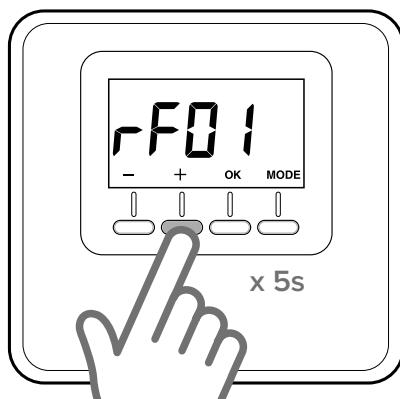

Fig. 7
- Apăsați din nou tasta “+” pentru 5 secunde pentru a accesa parametri tehnicii, ecranul afișează parametrul “rF01” (fig. 7)